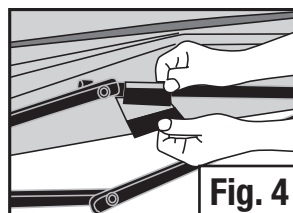

Fig. 4
- Fixez solidement la toile de l'abri à l'armature grâce aux attaches en nylon fournies. (Fig. 4 & 5)